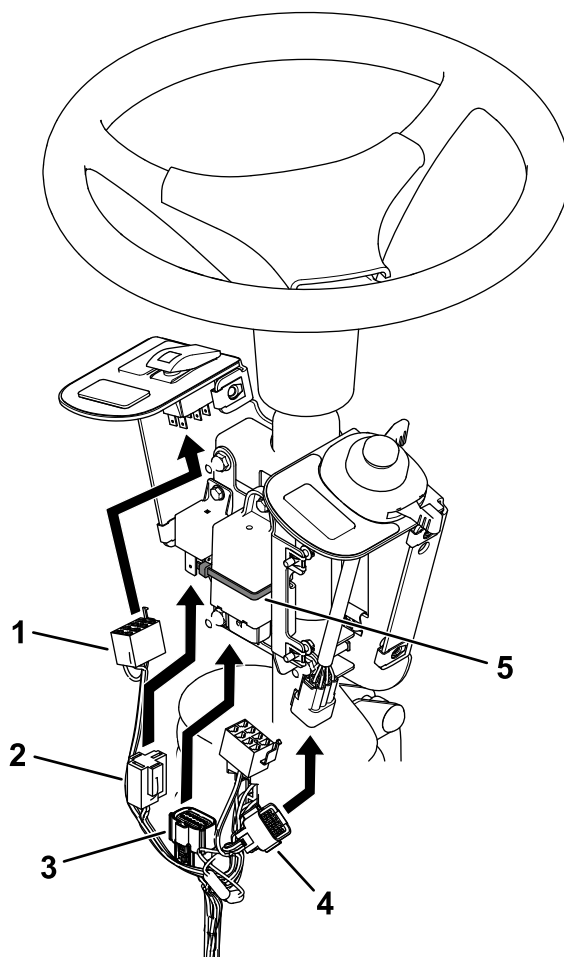

**Figura 7**
4. Instale el módulo de intermitencia y el relé en la placa de montaje de los fusibles usando 2 tornillos (N° 10 x 3/8"), como se muestra en la Figura 7.